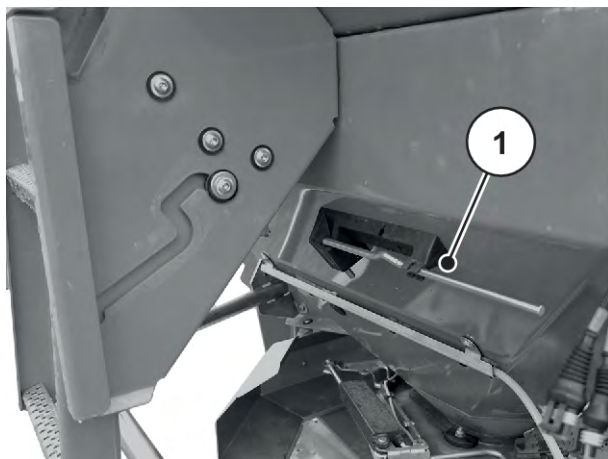

Fig. 37: Inställningsspakens läge AXIS xx.2
- ▶ Lägg återigen inställningsspaken i den därför avsedda hållaren. Se Fig. 37 *Inställningsspakens läge AXIS xx.2*